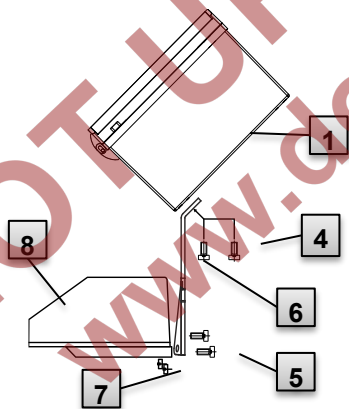

Imagen 7
1. Utilice dos tornillos de cabeza cilíndrica M5 x 10 mm (Imagen 7: 4 ) Angulo de montaje (Imagen 7: 6 ) en el EK280 (Imagen 7: 1 ).
3. Coloque la escuadra de montaje con dos tuercas cuadradas M5 (Imagen 7: 7 ) y dos tornillos de cabeza cilíndrica M5 x 10 mm (Imagen 7: 5 ) en la parte posterior del cabezal del contador (Imagen 7: 8 ).